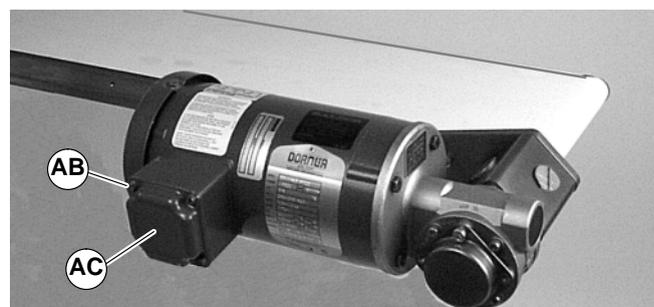

Abbildung 17
- a. Die Schrauben an dem Klemmenkasten (AB siehe Abbildung 17) entfernen und Abdeckung (AC) abnehmen.